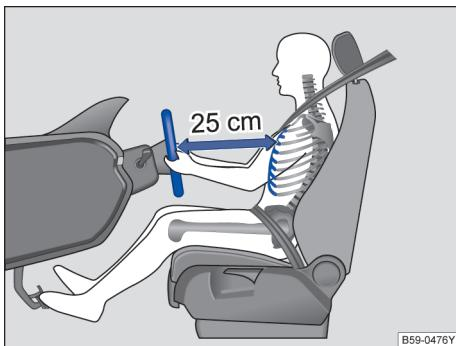

图 19 驾驶员与方向盘之间至少保持为 25 cm 的距离
- 调节方向盘，使驾驶员胸部与方向盘之间至少保持 25 cm 的距离→图 19。